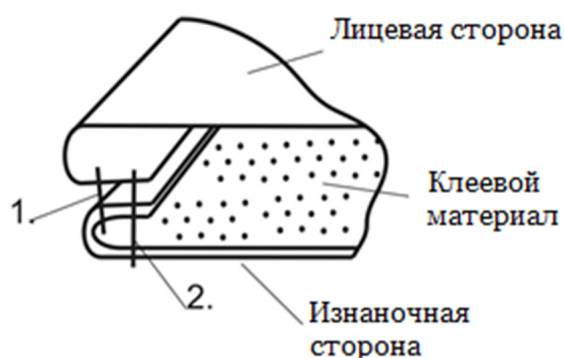

Рисунок 1
3. Сложить кокетки лицевой стороной внутрь. Уравняйте срезы горловины. Сколите, сметайте. Обтачайте, шириной шва 15 мм. Нитки сметывания удалите, приутюжьте. Срежьте 7 мм припуска для лучшего выправления по шву после выворачивания на лицевую сторону. Выверните на лицевую сторону. Припуск настрочите на внутреннюю кокетку, от шва 1 мм. Приутюжьте (рис.1);